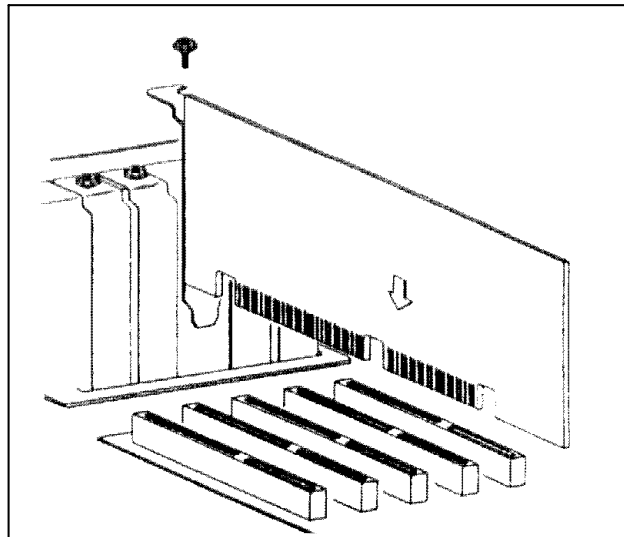

Figure 2
- ◆ Insérez la carte dans l'emplacement choisi. Veillez à bien l'aligner sur le connecteur PCI avant de l'enfoncer (Voir figure 2) .